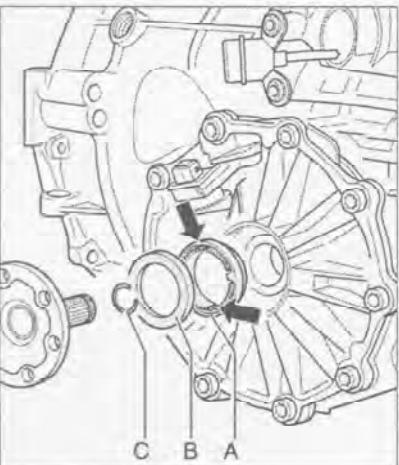

Рис. 7.128. При установке зажимы (стрелки) ротора датчика (А) должны быть обращены в сторону сальника (В) и входить в канавку дифференциала.
6. При установке зажимы (стрелки) ротора датчика (А) должны быть обращены в сторону сальника (В) и входить в канавку дифференциала (рис. 7.128).